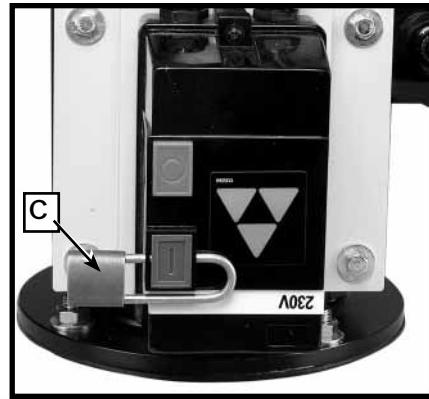

Fig. 18
**IMPORTANTE:** Cuando la máquina no esté en uso, el botón "ENCENDIDO" (A) Fig. 17 debe estar bloqueado para evitar el uso no autorizado mediante un candado (C) Fig. 18 y una argolla de 4,763 mm (3/16") de diámetro a través del orificio que está junto al botón.